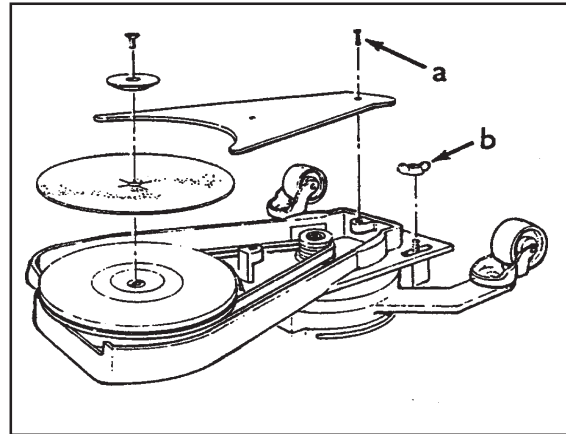
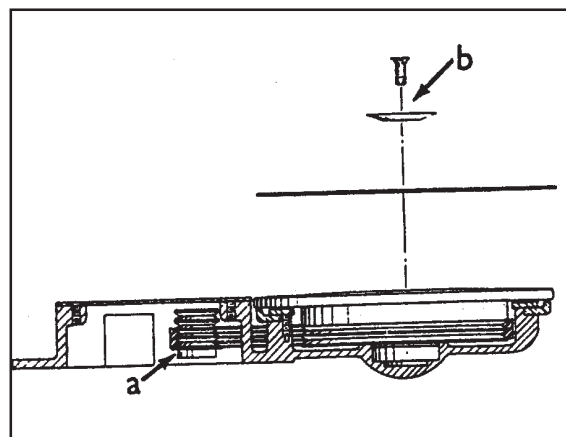

Figure 3
Figure 4
2. Retirer le protège-courroie (Figure 3-a). Positionner la rallonge au-dessus du moteur et de la vis à serrage manuel (Figure 3-b). **Positionner la courroie d'entraînement dans le jeu de rainures placé le plus bas sur la poulie du moteur, comme illustré dans la Figure 4-a (pour la rallonge kick-toe avec patin de 17,8 cm de diamètre).** Le jeu de rainures situé le plus haut est réservé à l'utilisation de tous les autres accessoires. Tendre la courroie d'entraînement, puis serrer les vis à serrage manuel. Tourner le porte-disque pour examiner la position de la courroie d'entraînement dans la poulie du moteur et les rainures de la courroie du porte-disque.
4. Retirer la vis et la bride retenant l'abrasif. Centrer l'abrasif sur le patin, fixer la bride et visser la vis (Figure 4-b).